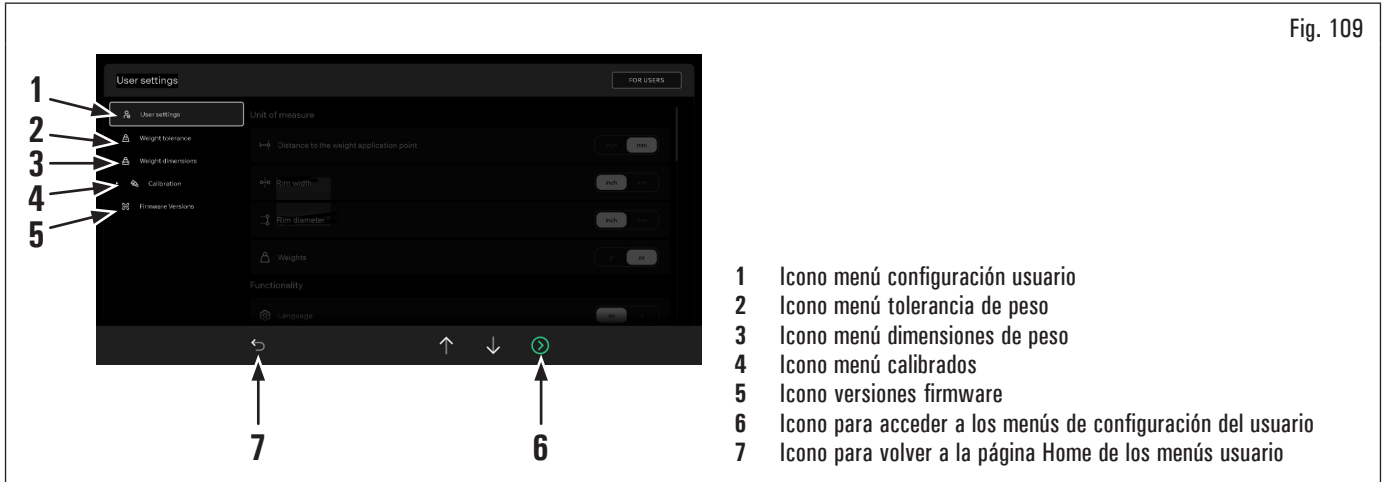

Fig. 109
Pulsando el icono (Fig. 109 ref. 1), aparece en el monitor la pantalla de selección de unidad de medida (pulgadas - mm), que mostrará las medidas de la rueda.
Pulsando el icono (Fig. 109 ref. 2), aparece en el monitor la pantalla de ajuste de tolerancia para pesos de encastre y pesos adhesivos. También es posible dar una resolución a los pesos.
Pulsando el icono (Fig. 109 ref. 3), aparece en el monitor la pantalla con la que es posible modificar la altura y el espesor del peso adhesivo.
Apretando el icono (Fig. 109 ref. 4) aparece en el monitor la pantalla de calibración.